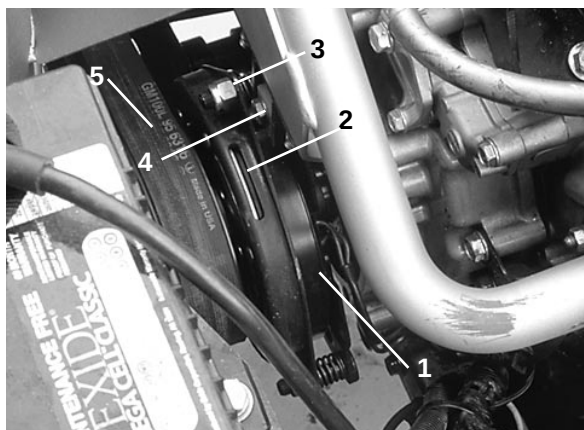

Fig. 27
4. Drei krafttuttaksskiven mot motoren og ta av remmen (fig. 27).
2. Ta av bolten og mutteren som holder nylonklossen og ta klossen av (fig. 27).
4. Justér avstanden slik at et 0,015" følerblad kan stikkes inn mellom clutchforingen og friksjonsplaten. Du skal føle litt motstand (fig. 27). Avstanden kan reduseres ved at
justeringsmutteren dereis med urviserne (fig. 27).